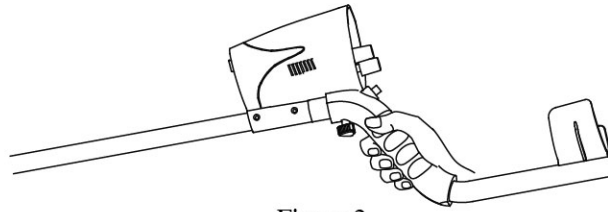

Figura 2
2. Allineare i perni filettati in basso al manico, con le manopole sotto la scatola dei controlli e bloccarla con le viti (Figura 2.).